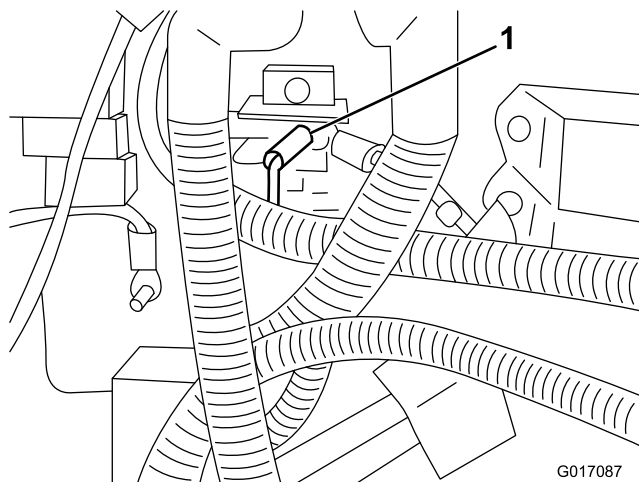

Figure 7
11. Connectez le câble noir doté d'une cosse à anneau au bornier de masse (Figure 7).